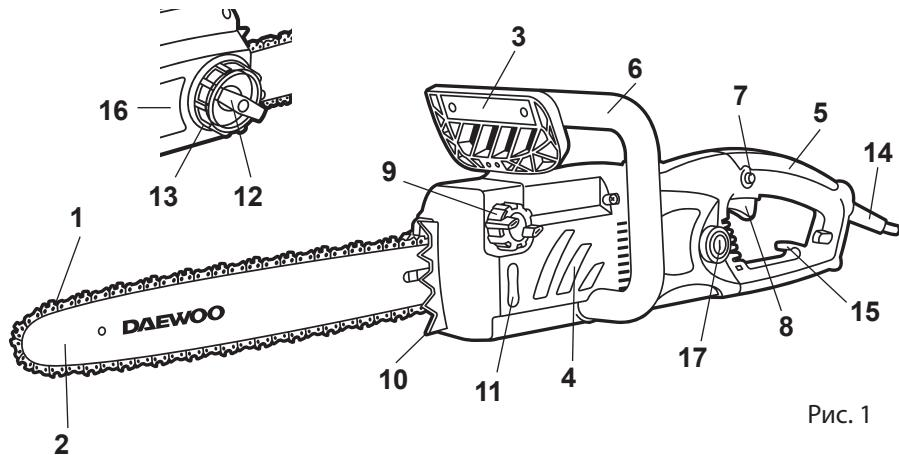
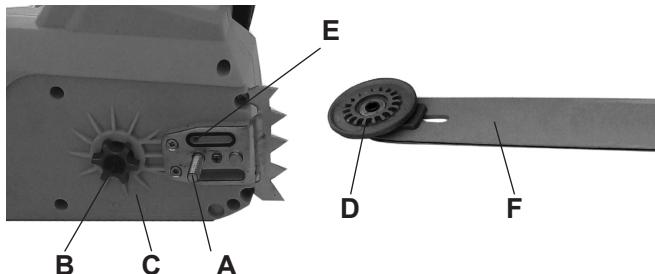

Рис. 1
Рис. 2
1. Установите тормоз цепи 3 (Рис. 1) в нерабочее положение, потянув на себя в направление к передней ручке.
2. Открутите ручку фиксации защитной крышки 12 (Рис. 1) и кольцо регулировки натяжения 13 (Рис. 1)
3. Снимите защитную крышку 16 (Рис. 1)
4. Наденьте на шину F (Рис. 2) пильную цепь 1 (Рис. 1), проверив правильность расположения зубьев цепи.
1. Для заполнения масляного бака откройте крышку 9 (Рис.1), при этом следите, чтобы в бак не попала грязь. Заполните бак маслом. Удалите остаток масла с горловины и из внутренней полости крышки. В крышке имеется воздушный клапан при засорении которого насос не работает. Следите, чтобы при эксплуатации пилы этот клапан оставался чистым.
2. Закройте плотно крышку. Во время работы периодически обращайте внимание на уровень масла через окно контроля уровня масла 11 (Рис.1).
В случае, если следов масла не видно, необходимо прочистить в корпусе редуктора выходное отверстие для масла E (Рис.2) и соответствующее отверстие вшине E1.